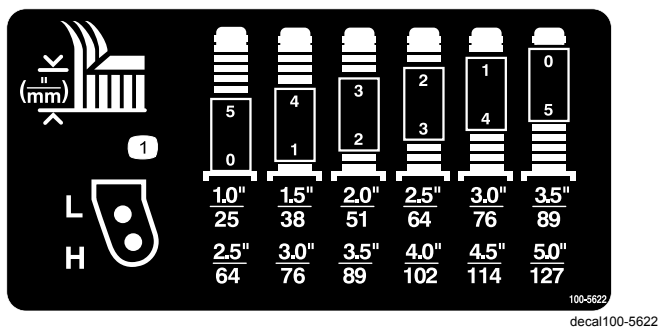
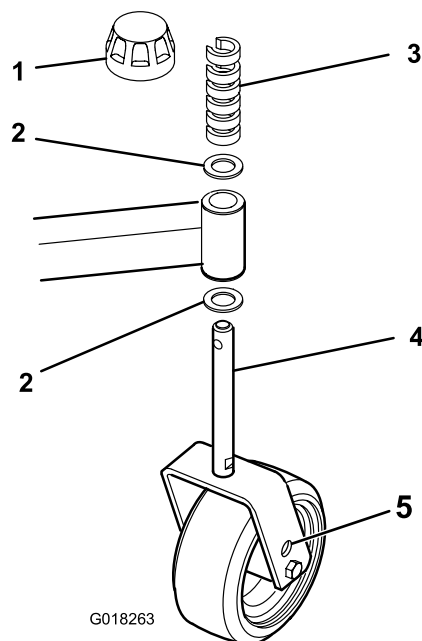

Figura 8
Figura 9
2. Coloque los ejes de las ruedas giratorias en el mismo taladro en todas las horquillas. Consulte Figura 7, Figura 8 y Figura 9 para saber cuáles son los taladros adecuados para esta configuración.
Consulte Figura 8 para saber la combinación de espaciadores para esta configuración.
1. Retire el casquillo tensor del eje de la rueda (Figura 9).